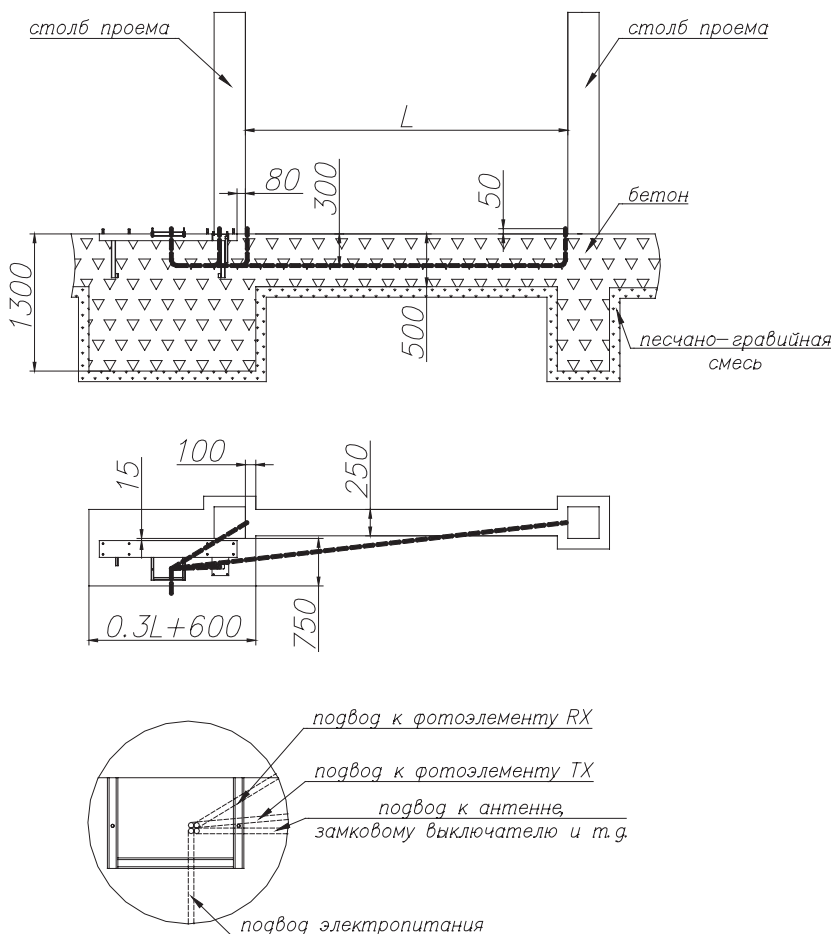

Рисунок 5. Размеры фундамента и расположения опорной площадки
- 3.2. Опорная рама поставляется изготовителем ворот в сроки, согласованные сторонами или изготавливается согласно чертежа каталога. Рама ворот устанавливается широкой полкой швеллера заподлицо с уровнем грунта. Горизонтальность полки и параллельность рамы относительно проема должна проверяться с обязательным использованием строительного уровня, как в процессе позиционирования, так и после ее бетонирования. При позиционировании опорной рамы выдержать размеры, координирующие ее расположение относительно проема ворот (см. рис.5).